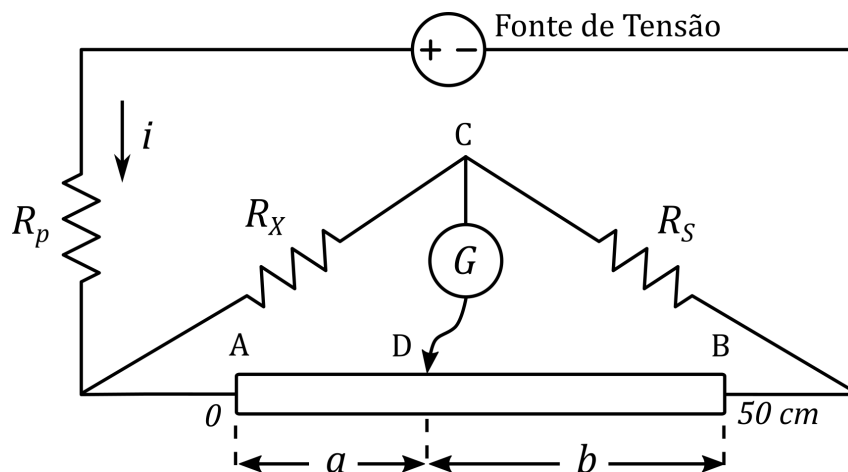

Figura 2 Esquema de montagem experimental da Ponte de Wheatstone.
No nosso caso, a Ponte de Wheatstone utilizada é a de fio deslizante, constituída de um fio metálico estendido sobre uma escala uniformemente dividida entre os pontos A e B. O contato pode ser feito em qualquer ponto D por meio de um cursor deslizante, que se move ao longo do fio entre A e B, conforme o esquema da experiência, mostrado na Figura 2. A resistência padrão R_S é um conjunto de resistências em série cuja resistência equivalente varia de 1 a 1.111.110 Ω . As resistências R_3 e R_4 são substituídas por um fio metálico de seção transversal circular de raio r e comprimentos parcelados a e b .
1. Monte o circuito conforme o esquema da Figura 2, colocando como resistência R_X o resistor número 1. Arbitre um valor inicial para a resistência R_S na mesma ordem de grandeza que o valor nominal de R_X . No decorrer das medidas, este valor poderá ser modificado. Chame o professor para verificar as conexões elétricas. **Observação:** *Antes de ligar a fonte de tensão, verifique se o botão regulador de tensão está em seu valor mínimo e o de corrente, em seu valor máximo.*